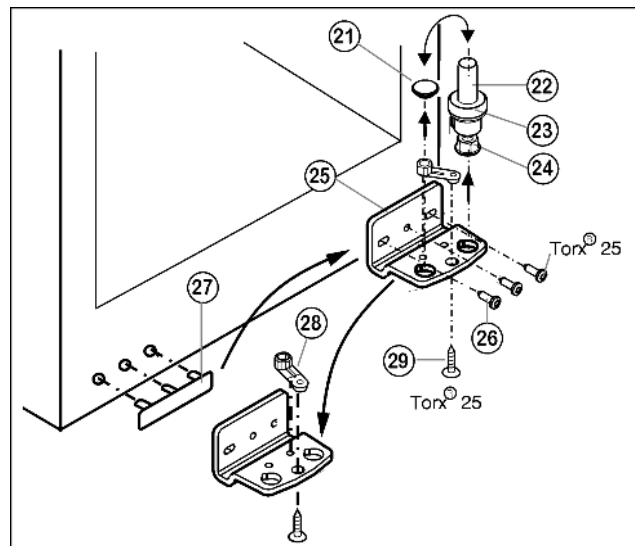

Fig. 6
- ▶ Извлеките опорный винт Fig. 6 (22) в комплекте с шайбой Fig. 6 (23) и регулируемой опорой Fig. 6 (24), вытягивая его вверх.
- ▶ Снимите пробку Fig. 6 (21).
- ▶ Открутите Fig. 6 (26) опорный кронштейн Fig. 6 (25).
- ▶ Открутите Fig. 6 (29) опорную деталь Fig. 6 (28) и, переставив в отверстие на противоположной стороне опорного кронштейна, снова прикрутите.
- ▶ Осторожно снимите и переставьте на противоположную сторону крышку со стороны ручки Fig. 6 (27).
- ▶ Снова прикрутите опорный кронштейн Fig. 6 (25) на новой стороне шарнира (с моментом 4 Нм). При необходимости используйте аккумуляторный шуруповёрт.
- ▶ Переставьте пробку Fig. 6 (21) в свободное отверстие.
- ▶ Вновь установите опорный винт Fig. 6 (22) в комплекте с шайбой и регулируемой опорой. При этом фиксатор должен быть направлен назад.
- ▶ Установите дверцу сверху на нижний опорный палец *Fig. 6 (22)*.
- ▶ При необходимости выровняйте дверцу через два продольных паза в нижнем опорном кронштейне *Fig. 6 (25)* параллельно корпусу устройства. Для этого выкрутите средний винт.